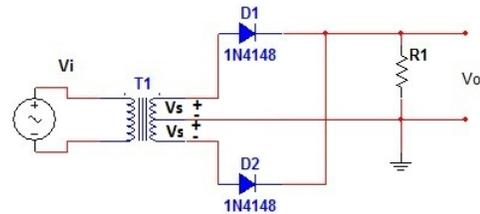

Figura 5. Retificador de onda completa com ponto meio sem filtro capacitivo.
O retificador de onda completa utiliza ambos os semiciclos da senoide de entrada. Para proporcionar uma saída unipolar, ele inverte o semiciclo negativo da onda senoidal. Uma implementação possível está mostrada na figura 5. Nessa figura, o enrolamento secundário do transformador é dividido ao meio para proporcionar duas tensões iguais  $V_S$  em cada uma das metades dos enrolamentos secundários com as polaridades indicadas. Observe que, quando a tensão da linha de entrada (alimentação do primário) é positiva, ambos os sinais denominados  $V_s$  serão positivos. Nesse caso,  $D_1$  conduzirá e  $D_2$  estará inversamente polarizado. A corrente através de  $D_1$  circulará também através de R e retornará pelo terminal central do secundário. O circuito então se comporta como um retificador de meia onda, e a saída durante o semiciclo positivo quando  $D_1$  conduz será idêntica a produzida pelo retificador de meia onda.
- a) Construa o circuito da figura 5.